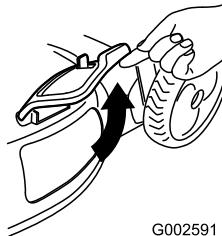

Figure 31
- Soulevez et ouvrez le volet d'éjection latérale (Figure 31).